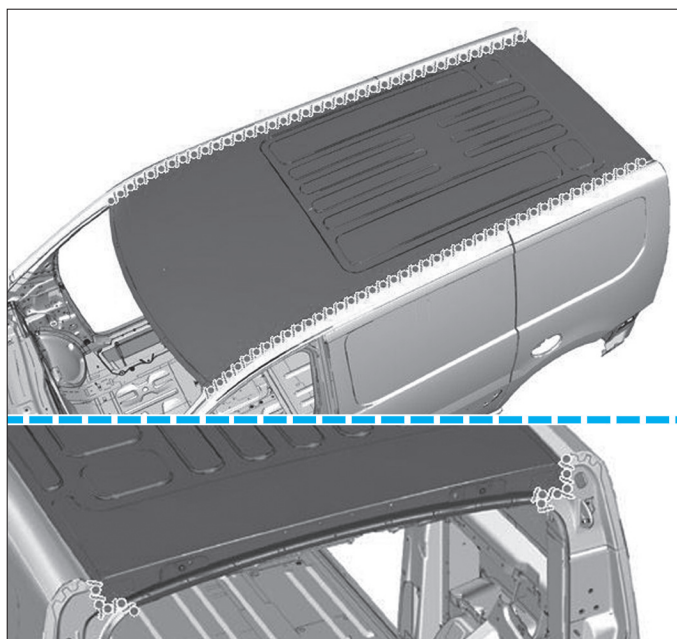

FIG. 81
- Appliquer une couche d'impression phosphatante sur la zone mise à nue (Fig.81).